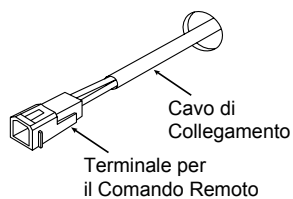

Fig. 2
3. Passare il Cavo di Collegamento attraverso il foro d'accesso (l'estremità del connettore del cavo si troverà in prossimità del Comando Remoto) (Fig. 2).